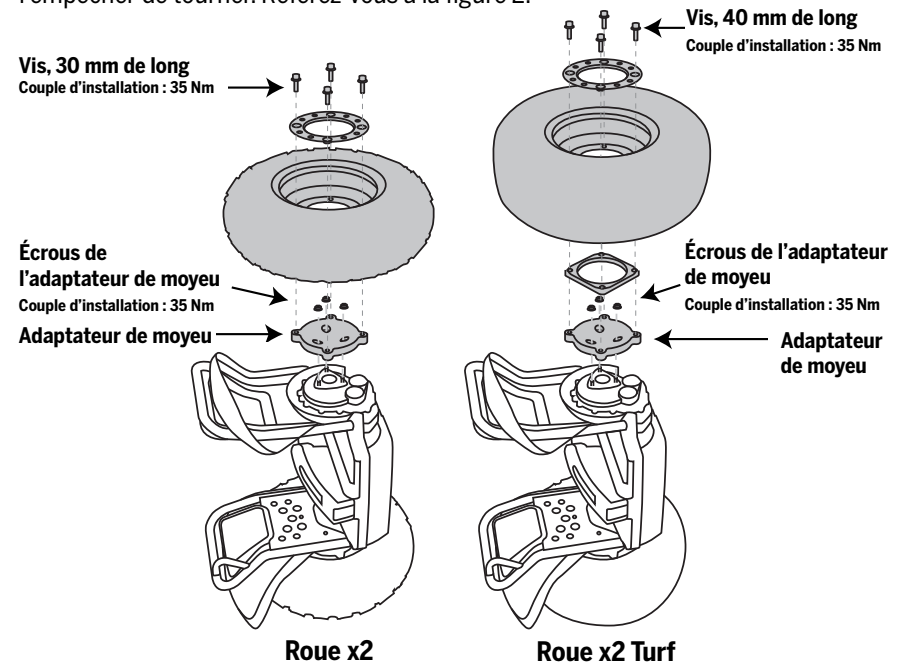

Figure 2. Retrait ou installation de l'adaptateur de moyeu
3. Retirez les (3) écrous à l'aide d'une clé à douille de 13 mm. Tenez la roue pour l'empêcher de tourner. Référez-vous à la figure 2.
5. Retirez les (4) vis maintenant l'adaptateur de moyeu à la roue à l'aide d'une clé hexagonale de 8 mm.
7. Pour réinstaller l'adaptateur de moyeu, placez la roue sur l'adaptateur de moyeu, la tige de vanne tournée vers l'extérieur. Pour le x2 Turf : placez la cale sur l'adaptateur de moyeu, puis placez la roue sur la cale. Référez-vous à la figure 2.
8. Placez la protection sur la roue. Vissez les (4) vis dans la protection et la roue et dans l'adaptateur de moyeu.
9. Placez la roue et l'adaptateur de moyeu sur les trois arbres filetés. Référez-vous à la figure 2. Maintenez la roue pour l'empêcher de tourner et vissez les (3) écrous sur les arbres filetés. Serrez les écrous à un couple de 35 Nm à l'aide d'une clé hexagonale de 13 mm.